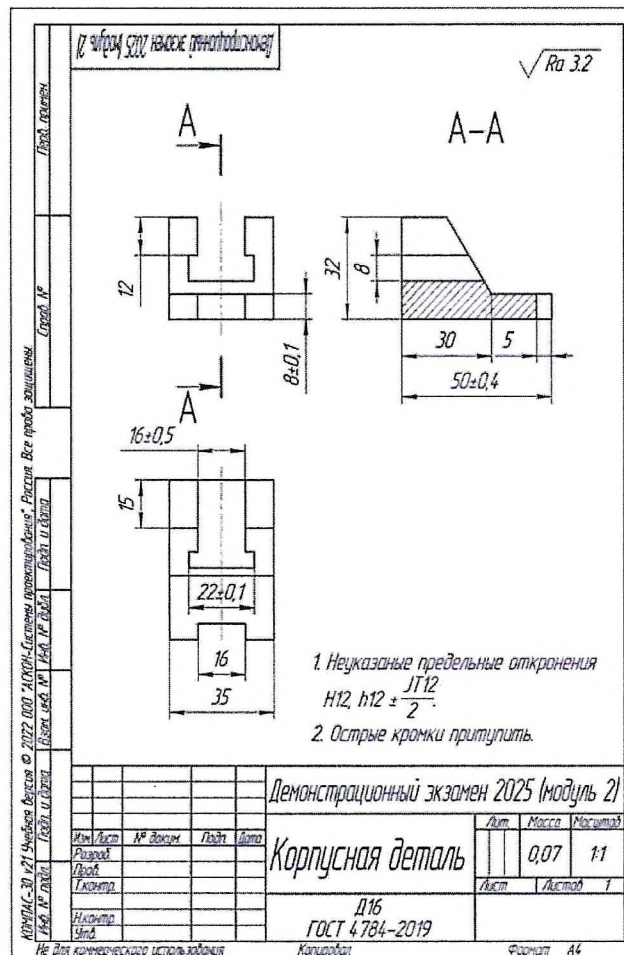

Рисунок 2 - Чертеж Модуля №2
- Изготовить деталь согласно требованиям чертежа (Рисунок 2) на фрезерном станке.